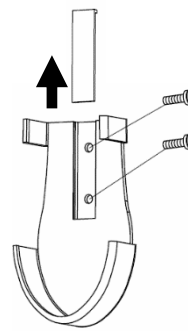

Fig. 13a
2. Verwijder het schroefdeksel en installeer de houder met behulp van de 2 schroeven en installeer het schroefdeksel opnieuw. (Afb. 13a).